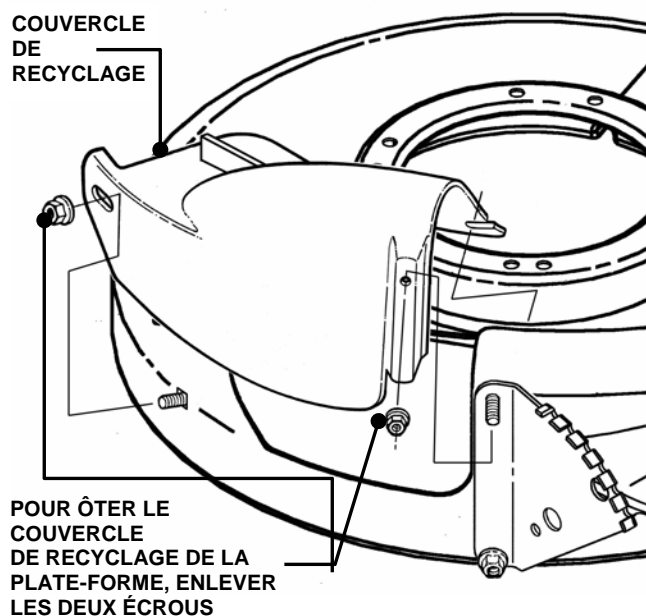

FIGURE 2.17
- Il faudra démonter l'adaptateur de sac et le sac à herbe ou le déflecteur de dispersion avant d'installer le couvercle de recyclage. Reportez-vous à la section précédente pour les instructions. Installez le couvercle de recyclage et fixez-le sur le côté et le haut de la plate-forme avec les deux écrous disponibles sur la machine. Faites glisser la partie supérieure du couvercle sous l'écrou fixé à la plate-forme (voir la Figure 2.17).